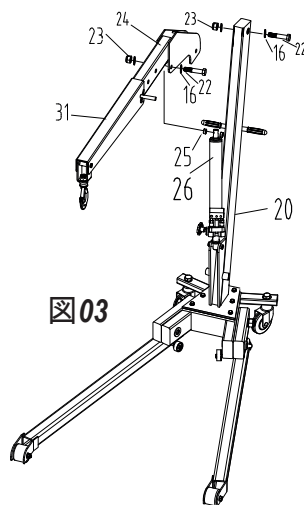

図03
- 図03参照：自己締め付けナット #23 およびボルト #22 を使用して、ポンプ #26 を取り付けます。